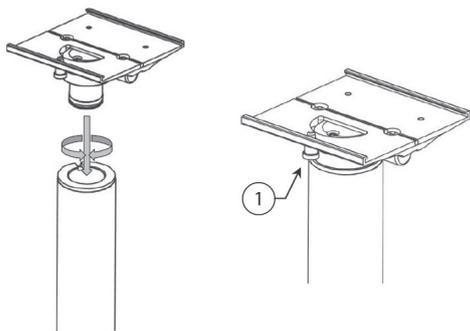

Figure 6 ■ Figure 6 ■ Abbildung 6 ■ Figura 6 ■ Figura 6
1. ポストの最上端にマウンティングプレート部を挿入します（29ページの図6を参照）。プレート部を下向きに押しひねりながら、カチッと音がするまではめ込みます。
2. ばね式のプランジャー（図6の①、29ページ）がロールスタンド正面に来るまでマウンティングプレート部を回転させます。
■ Afbeelding 6 ■ Figur 6 ■ Figur 6 ■ Εικόνα 6 ■ Figura 6
■ Obrázek 6 ■ 6 ábra ■ Rysunek 6 ■ Obrázok 6 ■ Figur 6 ■ Kuva 6
■ Рисунок 6 ■ Slika 6 ■ 图 6 ■ 그림 6 ■ 图6